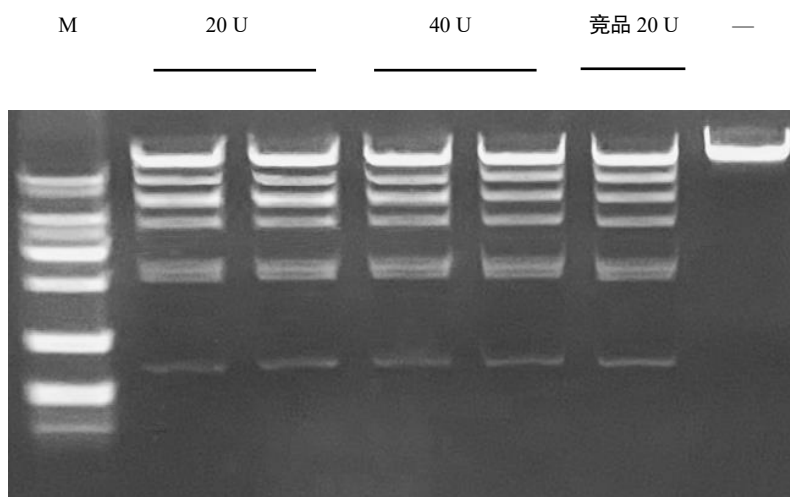

Fig. 1 不同添加量 HindIII 酶切 λDNA 性能展示
1. 用常规型限制性内切酶 HindIII 孵育切割 1 μg λDNA, 反应条件 37°C 60 min。结果表现良好, 切割条带特异性好, 且反应体系加 1 μl (20 U)足以完成反应 (Fig. 1)。